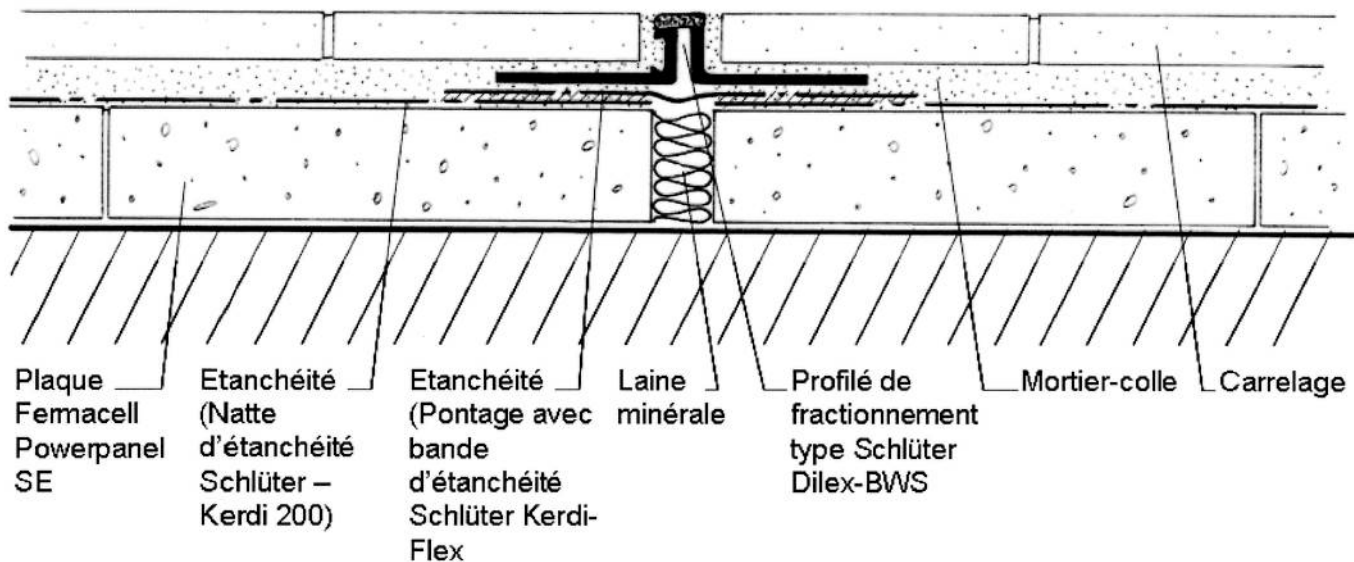

Figure 4a - Traitement d'un joint de fractionnement - locaux P3 E3
- traitement d'un joint de fractionnement (figure 4a),